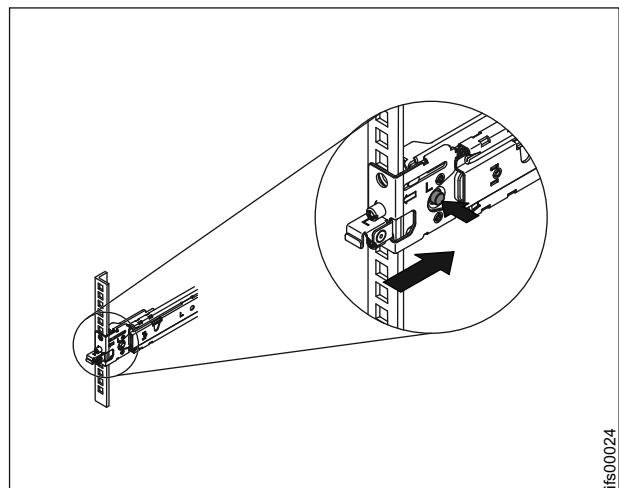

図 30. スライド・レールの前部端を取り付けます。
7. 青色のボタンを押してブラケットを解放します。 前面ラッチを十分に押し込みます。 ラッチが完全にかみ合っていることを確認します。 図 30を参照してください。